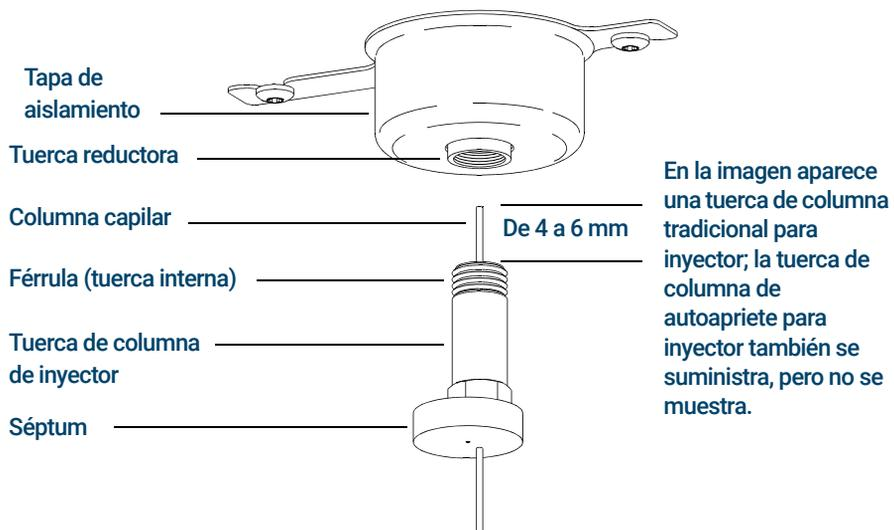

Figura 3. Instalación de una columna capilar en un inyector split/splitless
- 7 Coloque el séptum bajo la tuerca de la columna, de forma que esta sobresalga entre 4 y 6 mm respecto al extremo de la férula. (Consulte la **Figura 3** en la página 44).
Si usa una tuerca de columna estándar (mostrada en la **Figura 3**), apriétela entre 1/4 de vuelta y 1/2 vuelta más. La columna no debería deslizarse con un tirón suave.